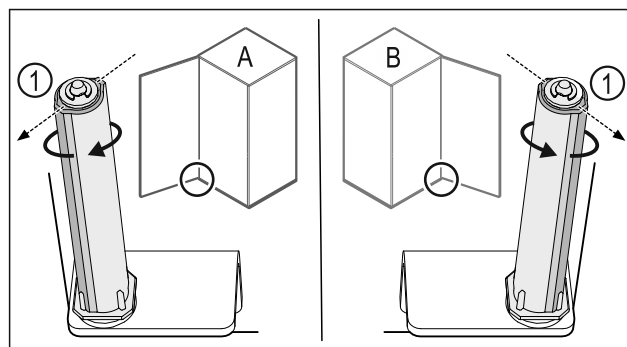

Fig. 37 Opritorul din stânga (A) / opritorul din dreapta (B)
- Rotiți sistemul de închidere până la rezistență, până când pragul sistemului de închidere Fig. 37 (1) este orientat spre exterior.